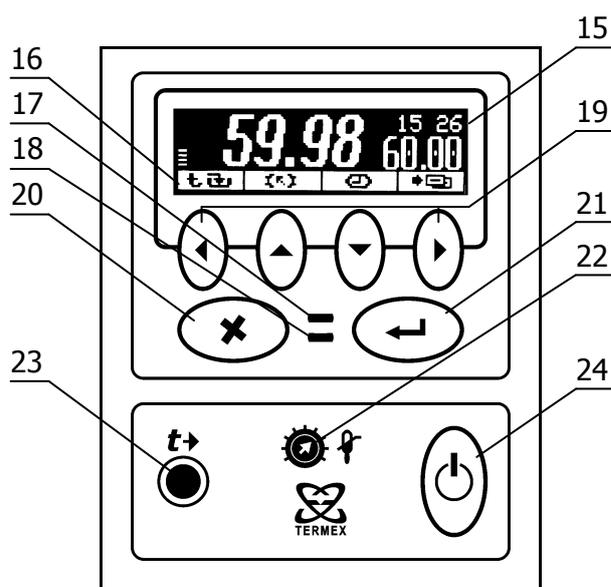

Рисунок 2 – Лицевая панель
Система безопасности блока регулирования отключает двигатель насоса и нагреватель при срабатывании хотя бы одной из защит или неисправности управляющего датчика (1.2.15). При срабатывании системы безопасности раздается звуковой сигнал, загорается индикатор 17 (рисунок 2) и на дисплей 15 выводится информация о причине неисправности.
2.3.1 После подключения сетевого кабеля к электрической сети блок регулирования переходит в режим ожидания. Подключение сопровождается кратковременной подсветкой дисплея 15 (рисунок 2).
2.3.6 Для регулировки яркости подсветки или контраста дисплея нажать кнопку 20 (X), выбрать изменяемый параметр кнопками (▲) и (▼) и установить его значение кнопками (◀) и (▶). Зафиксировать изменение нажатием кнопки 21 (↵) (рисунок 2).
2.5.3 При срабатывании защиты раздается звуковой сигнал и загорается красный индикатор срабатывания системы безопасности 17 (рисунок 2). Работа насоса и нагревателя будет блокирована. На дисплее отобразится текущее состояние системы защит.
2.5.5 После устранения причины срабатывания защиты или ее отключения кнопкой (▶) индикатор 17 (рисунок 2) погаснет. Перевести блок регулирования в рабочий режим нажатием кнопки 21 (←).
2.6.3 Температура срабатывания защиты от перегрева теплоносителя устанавливается вращением регулятора 22 (рисунок 2). Для изменения положения регулятора используйте подходящий инструмент, например, часовую отвертку.
2.6.4 Для точной установки температуры срабатывания защиты (рисунок 2):